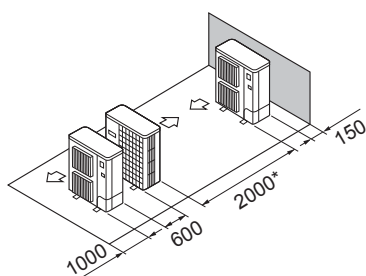

Fig. 2-13
- ⑤ Disposição de uma unidade em paralelo (Fig. 2-13)